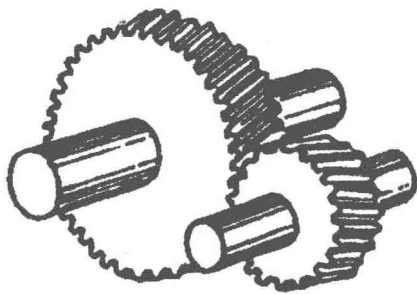

图9 斜齿轮
(2) 装配不良。齿轮装配不当会造成工作状态劣化。如图 9（a）所示，当一对互相啮合的齿轮轴不平行时，会在齿宽方向只有一端接触，或者出现齿轮的直线性偏差等，使齿轮所承受的载荷在齿宽方向不均匀，不能平稳地传递动扭矩，如图 9（b）所示。这种情况称为“一